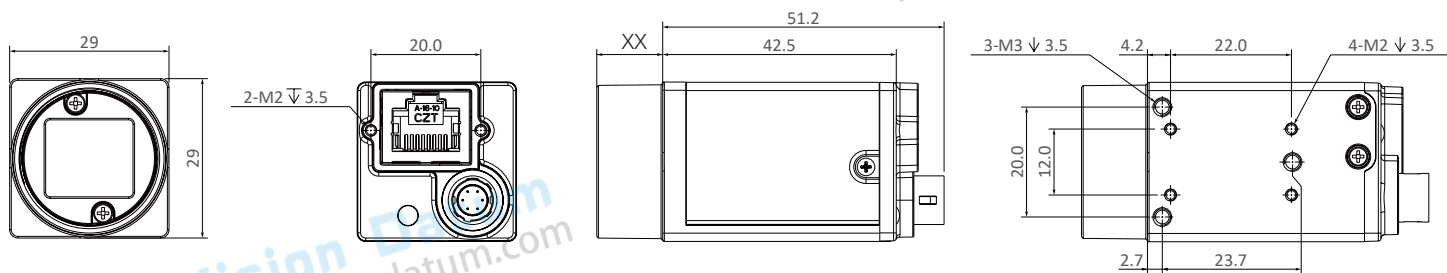

图 1-2: 29 \* 29 \* 42mm 四面可安装外壳的 GigE 相机的物理尺寸。
- 29 \* 29 \* 42mm 千兆网相机四面可安装尺寸图如图 1-2 所示。